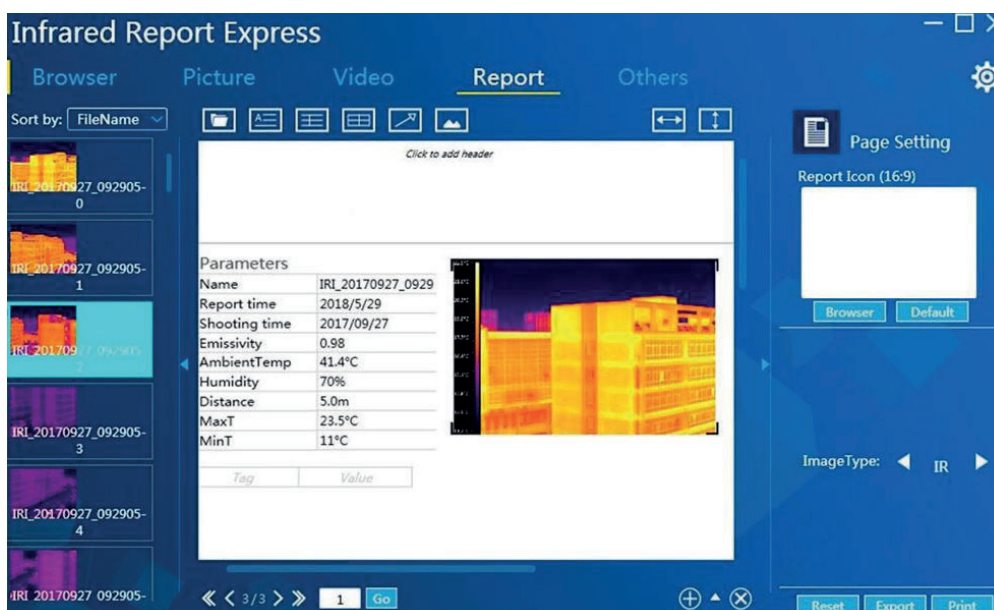

Figura 3-43
1. Ingrese al módulo “Generar informe” y cargue cualquiera de las imágenes infrarrojas. Vea la Figura 3-43: